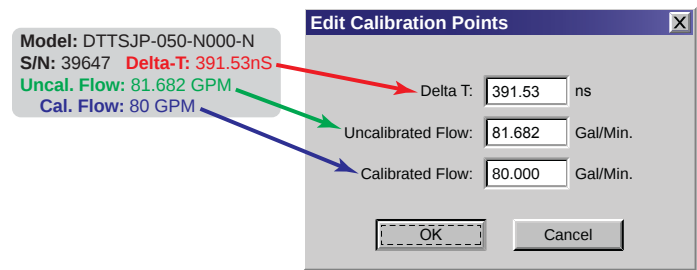

ABBILDUNG 2.10 – KALIBRIERUNGSPUNKTE BEARBEITEN
7) Geben Sie die Werte für Delta T, den nicht kalibrierten Fluss und den kalibrierten Fluss anhand der DTTS-/DTTC-Kalibrierungsplakette ein und klicken Sie auf **OK**. Siehe **Abbildung 2.10**.